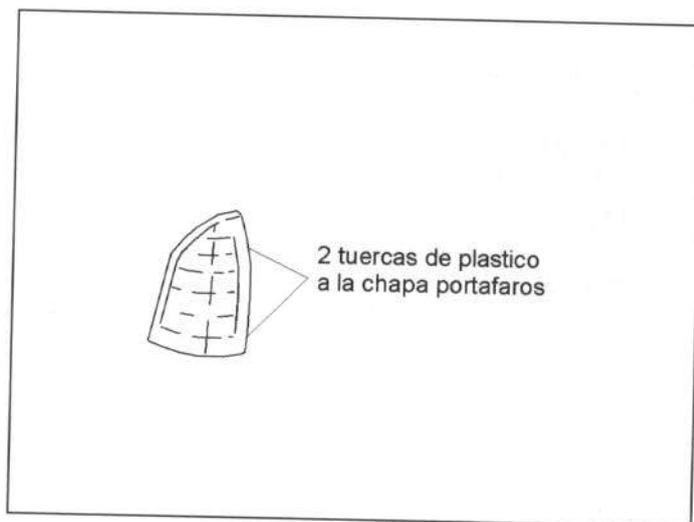

Figura 48.- Unión del piloto trasero
En la figura 48 se muestra la fijación del piloto trasero.
- Piloto trasero (figura 48).